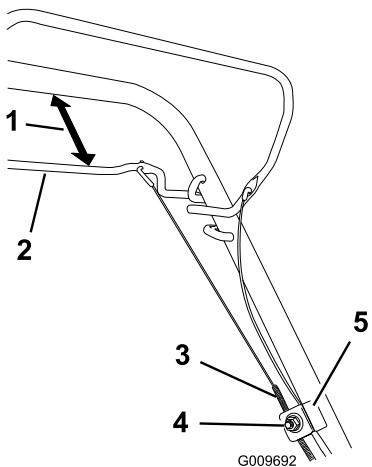

Figura 31
- Afloje la tuerca del soporte del cable (Figura 31).
- Sujete la barra de la transmisión autopropulsada a una distancia de 25 a 38 mm del manillar (Figura 31).
- Tire hacia abajo de la cubierta del cable (hacia la máquina) hasta eliminar la holgura en el cable (Figura 31).